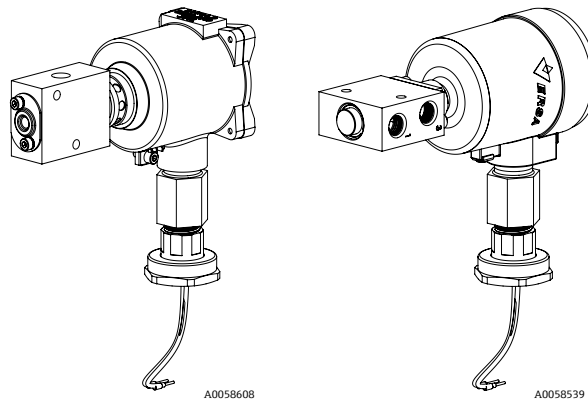

図 23. 完成したソレノイドバルブアセンブリ
1. セクション 2.2.2 → 図 23 に記載される手順に従って、SCS の電源をオフにして分離し、パージします。